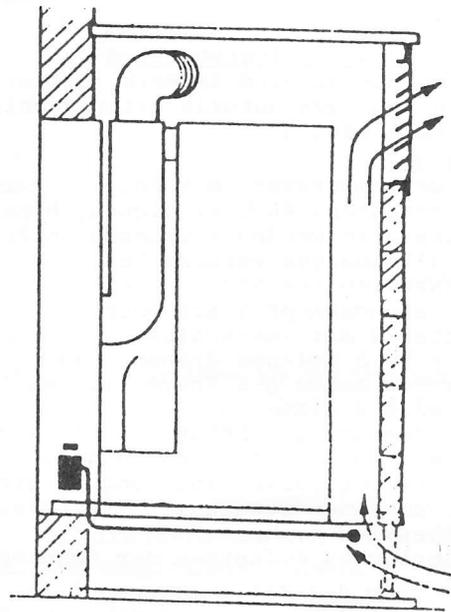

Bild 2
- Zündbrenner-Stellung: Pos. ✱ , ganz herunterdrücken, Zündbrenner anzünden, ca. 10 Sekunden halten und dann loslassen (Fig. 2 - 3)
Bei GA 10 und GA 13 Typ IV muß der Kapillarfühler an der Stelle der größten Rückluftbewegung montiert werden (Bild 1). Je nach Anordnung der Rückluftschächte kann er rechts, links oder hinten angebracht werden, muß aber 1 - 2 cm unter der Unterkante des Heizkörpers etwa in der Mitte zwischen Heizkörperaußenwand und Kachelinnenwand zu liegen kommen (Bild 2). Zur Auflage des Fühlers genügt ein Band- oder Flacheisen. Den Fühler darf keine Wärmeabstrahlung des Heizkörpers treffen.